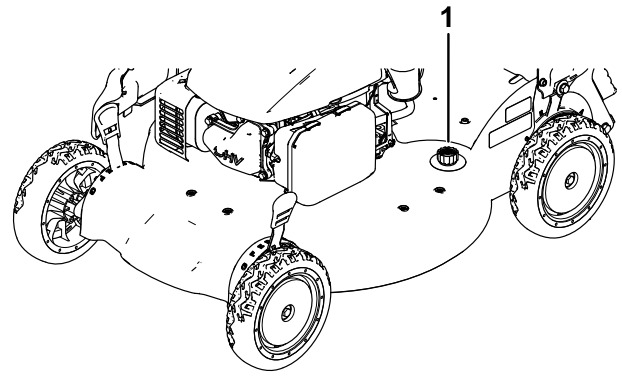

Figure 37
5. Branchez un tuyau d'arrosage, relié à une arrivée d'eau, au raccord de lavage (Figure 37).